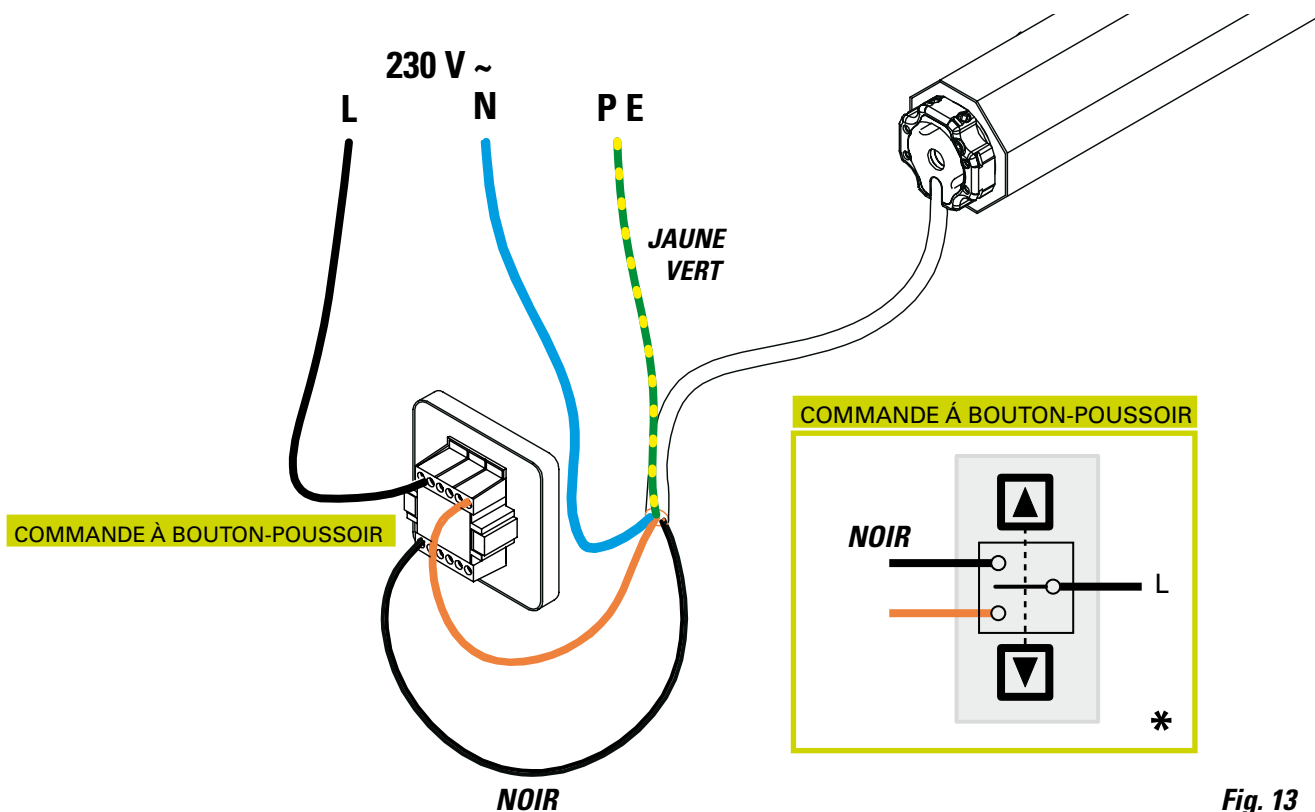

Fig. 13
- 1) Connecter les fils en provenance du moteur à une commande à bouton-poussoir (composée d'une commande de montée et d'une commande de descente) (Fig.13).
- 2) Connecter l'inverseur à la ligne (Fig.13).